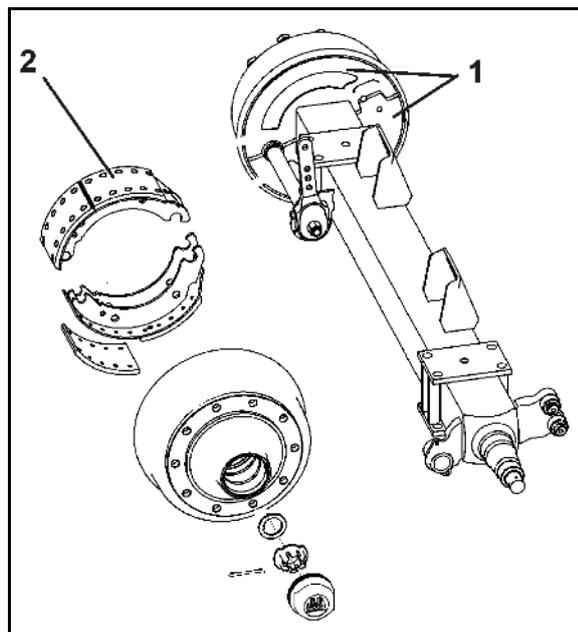

图 135
1. 卸下制动鼓内侧的两个盖板（图 135/1）。
渗入的污垢可能沉积在制动片上（图 135/2），从而明显降低制动性能。